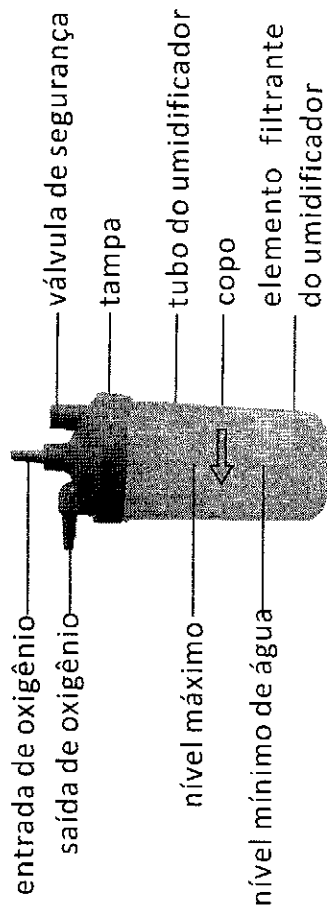

Figura 5: componentes do umidificador
1. Desenrosque a garrafa do umidificador, em sentido horário. Encha o copo com água pura (ou destilada) até o nível entre o máximo e o mínimo. **NÃO** encha o copo do umidificador acima do nível máximo. (Figura 5)